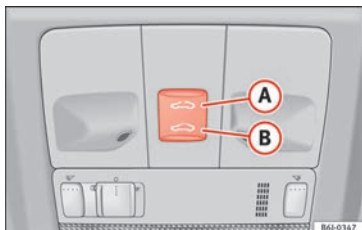

Bild 9 På det inre takfodret: Kontroller för panoramisk taklucka
- Öppna: Tryck på knappen » **bild 9 A** en gång. Om du håller den intryckt så öppnas taket till önskat läge.
- Stänga: Tryck på knappen » **bild 9 A** en gång. Om du håller den intryckt så stängs taket till önskat läge.